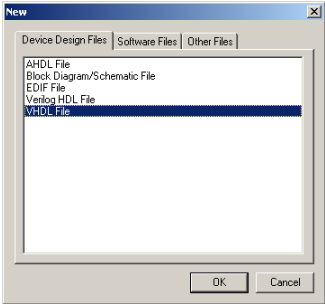
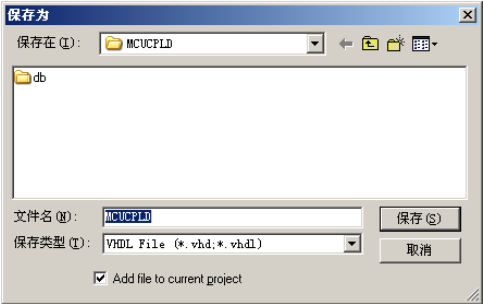

图 27-27 “New”对话框
图 27-28 “保存为”对话框
(1) 在 Quartus II 软件中，选择“File”→“New”命令，弹出“New”对话框，如图 27-27 所示。在“Device Design Files”选项卡中选择“VHDL File”。
(2) 单击“OK”按钮，便可以创建一个 VHDL 源文件。
(3) 在工具栏中单击“保存”按钮，弹出“保存为”对话框，如图 27-28 所示。程序按默认的文件名保存，并同时将其添加到刚建立的工程项目中。